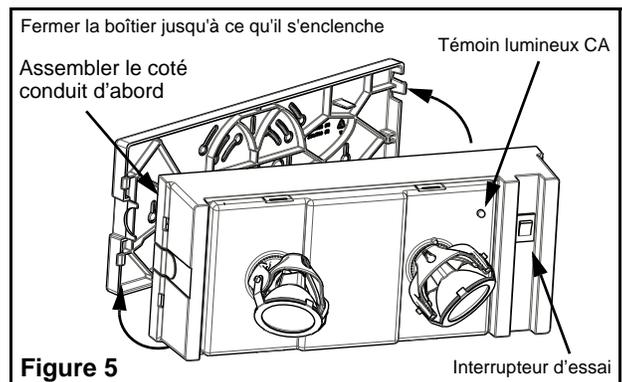

Figure 5
5. Déterminer la position de l'interrupteur d'essai (voir fig. 5) avant de monter la plaque arrière.
- Faire glisser le boîtier sur les onglets de la plaque arrière, aligner le côté conduit du boîtier sur le côté conduit de la plaque arrière (voir fig. 5). Enclencher ensemble le boîtier et la plaque arrière.
- Rétablir l'alimentation CA. Le témoin lumineux sous le couvercle s'allumera (voir fig. 5).